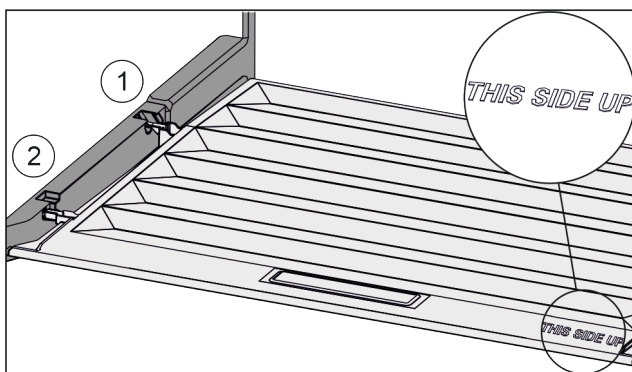

Fig. 54
- ▶ Вставити поперечні ребра через отвір заднього тримача Fig. 54 (1) і зафіксувати спереду у тримачі Fig. 54 (2).